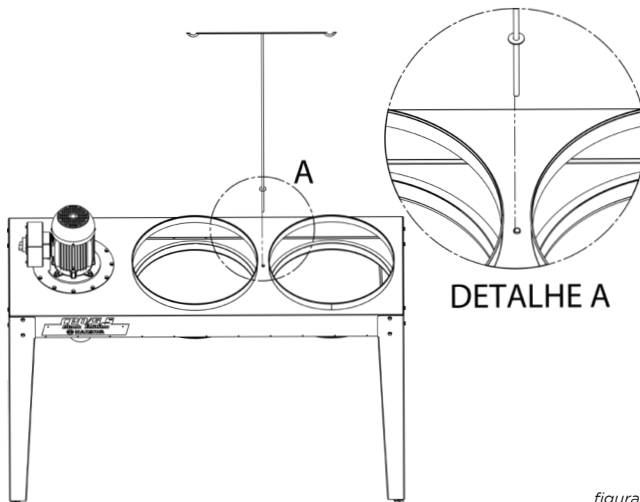

figura 5
4. Insira o suporte do filtro na furação no centro da estrutura principal do coletor . (**figura 5**):